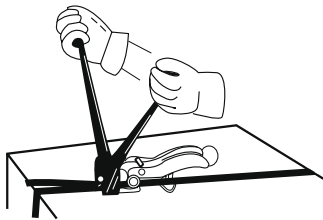

Figure 1
1. Ouvrez complètement les poignées de la scelleuse et centrez les mâchoires ouvertes sur le joint. (Voir Figure 1)